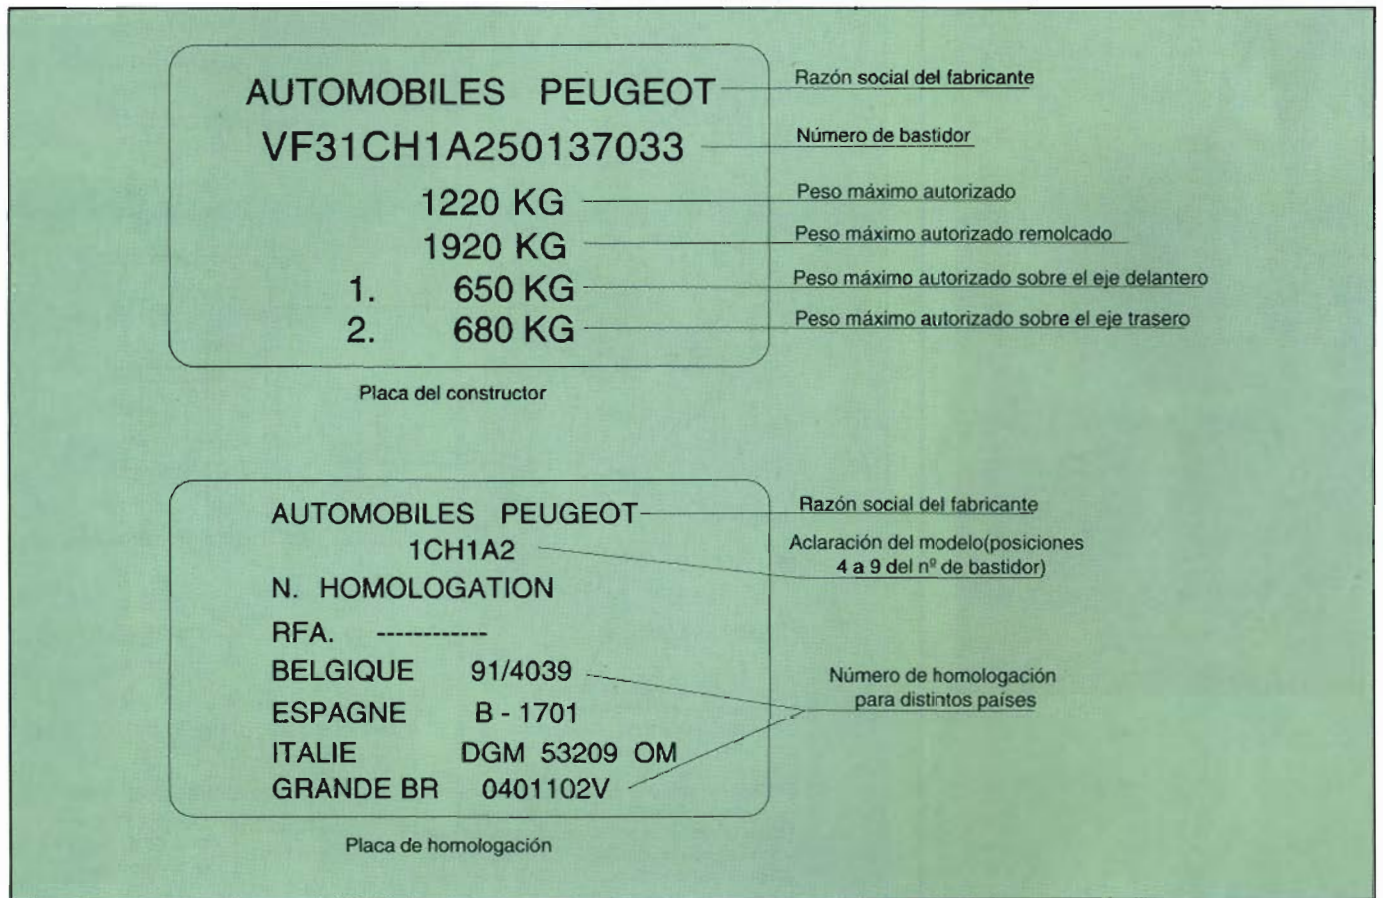

Figura 2. Placa del constructor.
- La placa del constructor y la placa de homologación están fijadas en el frente delantero, conteniendo los datos que aparecen en la figura 2: